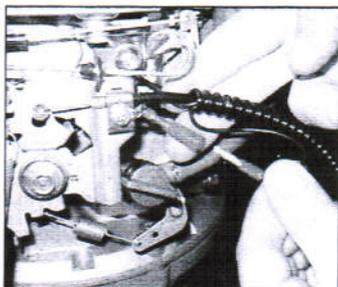

Fig. 9
4. Innestare il faston femmina del cavo massa con il faston maschio proveniente dal motore (per mod. T-135HO vedi fig 9).